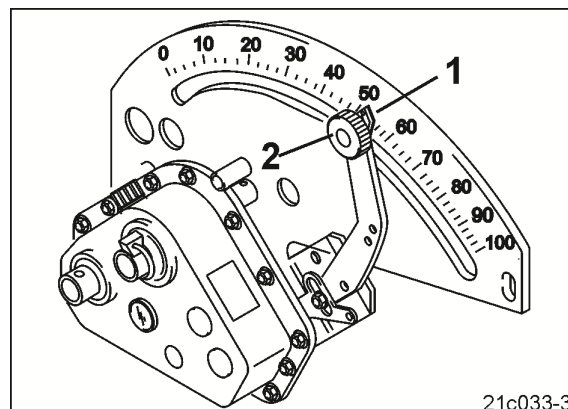

Fig. 29
Contrôle de débit sur les semoirs à roue crantée (p. ex. D9) et les semoirs pneumatiques (p. ex. AD-P) avec boîtier Vario sans télérégage du débit (Fig. 29).
11. Réglez le levier d'entraînement (Fig. 29/1) sur la valeur d'échelle et fixez-le avec la vis moletée (Fig. 29/2).
19. Réglez le levier d'entraînement (Fig. 29/1) sur la valeur d'échelle et fixez-le avec la vis moletée (Fig. 29/2).